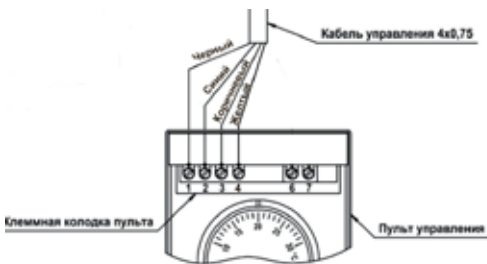

Рис. 1
- Завеса комплектуется выносным пультом управления. Для установки пульта управления необходимо отвернуть винт, снять верхнюю крышку и панель пульта, закрепить пульт на стене, установить панель и верхнюю крышку. Кабель управления подключен к пульту на заводе-изготовителе. Подключение кабеля управления производится в соответствии с Рис. 1.